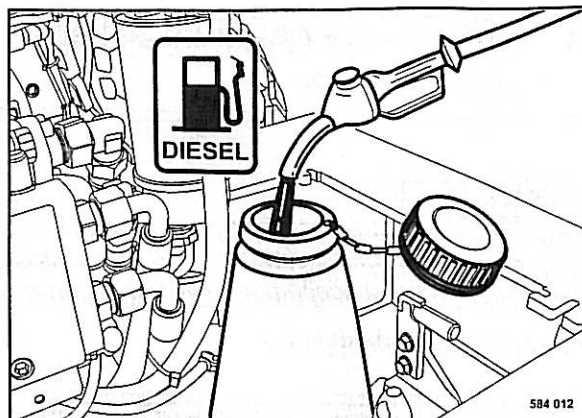

Fig. 72
- Abrir el tapón (Fig. 72) del depósito de combustible.